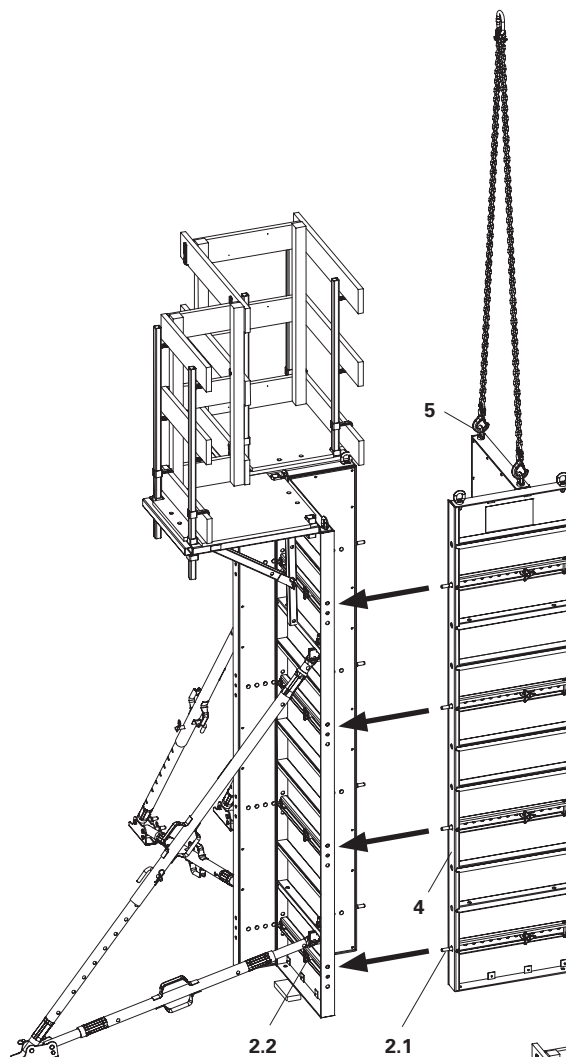

Fig. C2.05
1. Agganciare l'imbracatura negli occhielli per gru (5), raddrizzare la cassaforma e trasportarla nel punto di utilizzo.
2. Inserire i profili a smusso triangolare LICO (4) sui lati frontali.
- (Fig. C2.05)